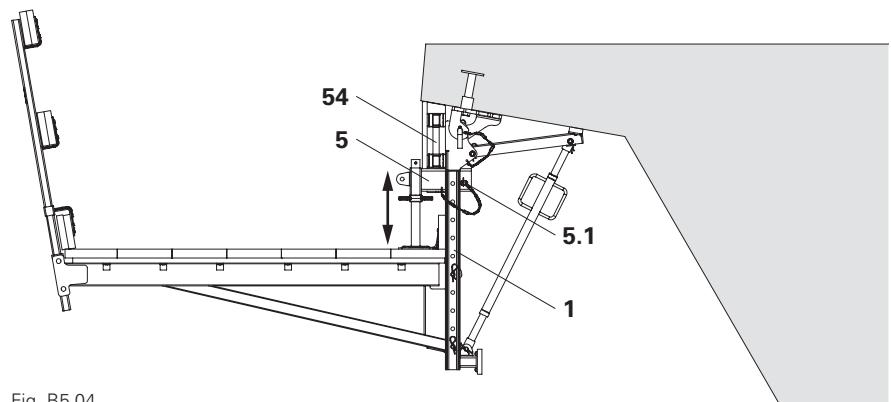

Fig. B5.04
2. Spingere l'attacco cassaforma-2 VGK (5) nel montante mensola VGK (1).
3. Regolare l'altezza dell'attacco cassaforma-2 VGK (5) mediante l'albero.
4. Bloccare l'attacco cassaforma-2 VGK (5) con il cuneo (5.1).
5. Posizionare il fermagetto interno (54) sull'attacco cassaforma-2 VGK (5) e allineare. (Fig. B5.04)